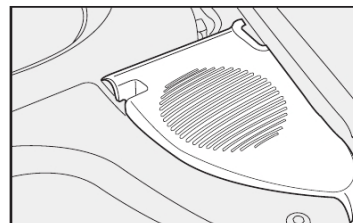
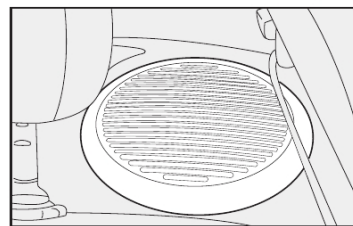

fig. 83
fig. 84
- alto-falantes traseiros **fig. 83** (Palio) e **fig. 84** (Siena).